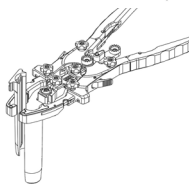

Abbildung 4
- Setzen Sie die kaudalen und kephalischen Klingen ein, indem Sie sie von oben in die seitlichen Schlitze am Retraktorkörper einführen, bis sie einrasten (Abbildung 4).